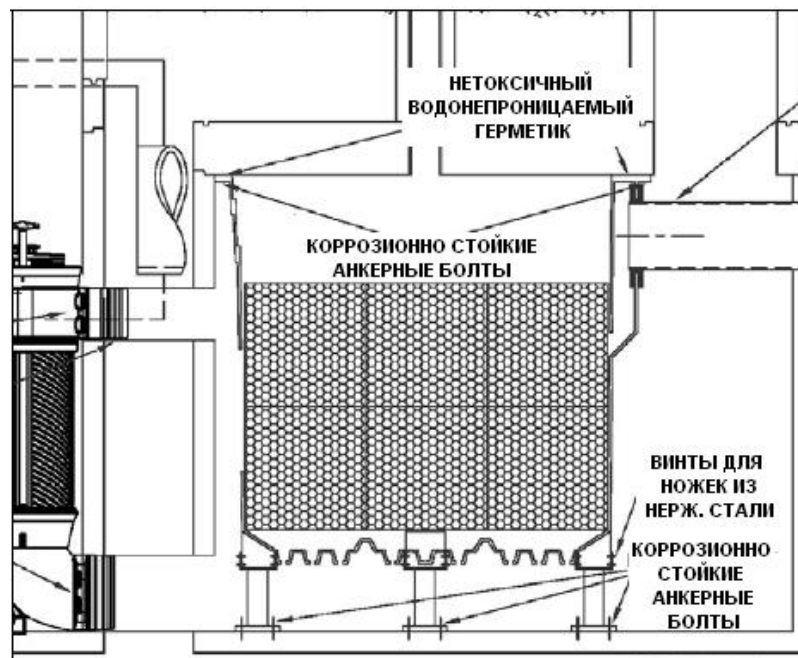

Рис.7.
4. При помощи удлинений ножек можно опустить модуль сепарации BioSTORM™ в танк. Поместите модуль в его соответствующую позицию и еще раз проверьте уровни выходных отверстий для стока. Когда Вы убедитесь в правильном расположении отверстий, присоедините удлинение ножки модуля к низу танка при помощи анкерных болтов (поставляются строительной компанией). Для каждого удлинения ножки требуется два болта. Рекомендуется крепить анкерные болты по углам по диагонали друг от друга. Обратите внимание, что в моделях 4.5 и 9.0 необходимо крепить только четыре угловые ножки, если только удлинения ножек не были выставлены на высоту 610 мм или выше. Если высота удлинений ножек 610 мм или выше, необходимо также для моделей 4.5 и 9.0 закрепить центральную ножку в середине модуля снизу к дну танка при помощи двух анкерных болтов, расположенных по диагонали друг к другу. (См. Рисунок 7).